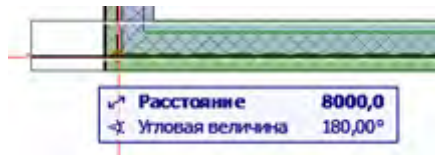

Рис. 45
13. Начните перемещение курсора при нажатой правой кнопки мыши влево (рис. 45). Угол наклона будет 180° , что можно увидеть на табло слежения, показывающем 180.00° в поле **Угловая величина**.